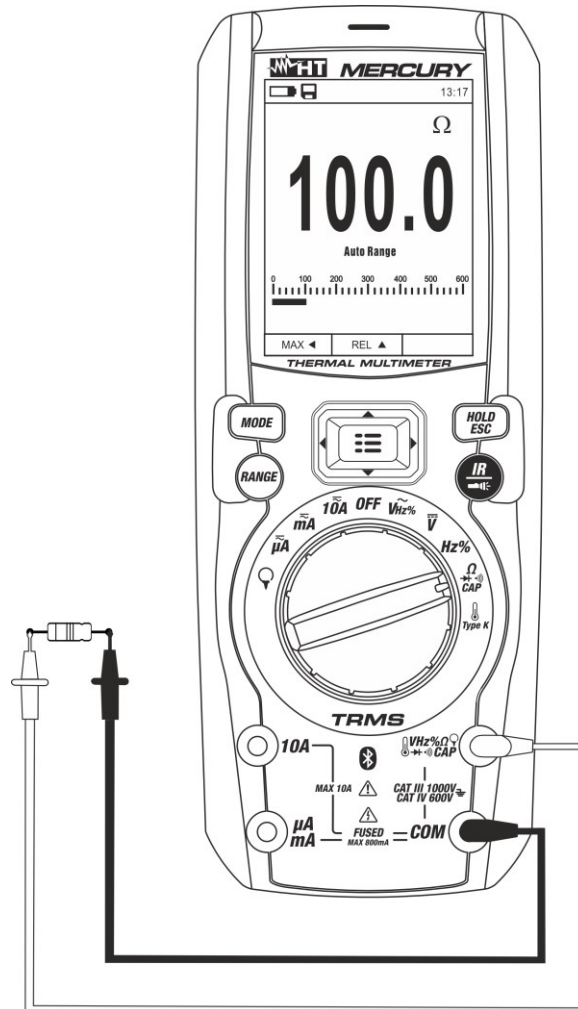

Abb. 24: Verwendung des Gerätes für Widerstandsmessung und Durchgangsprüfung
- Verbinden Sie die Messleitungen mit den gewünschten Messpunkten des zu messenden Kreises (siehe Abb. 24). Der Widerstandswert erscheint auf dem Display.